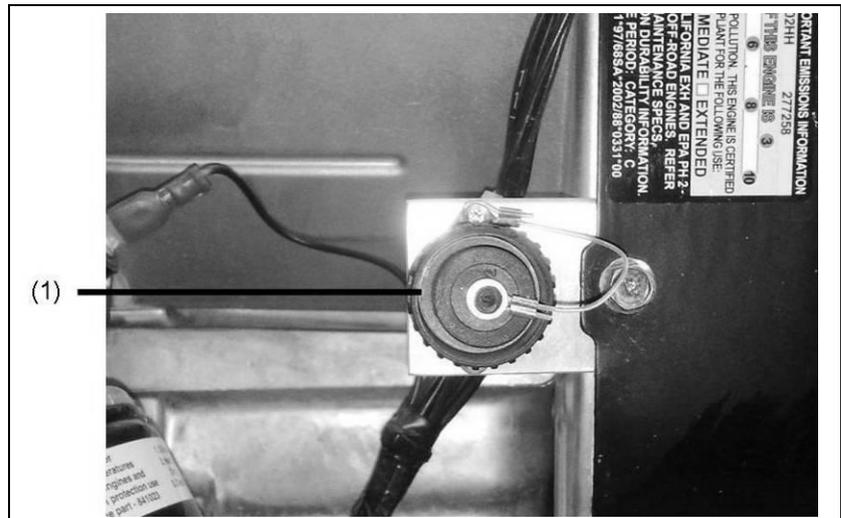

Abb. 5-4: Fernstarteinrichtung anschließen
1. Schutzkappe an der Fernstartsteckdose (Abb. 5-4-(1)) abschrauben.
2. Schutzkappe der Fernstartsteckdose (Abb. 5-4-(1)) aufschrauben.